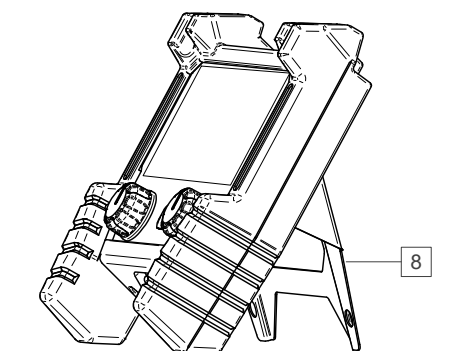

Figura 3
- Suportul [8] folosită pentru a sprijini dispozitivul pe suprafețe plane, de ex. pe o masă de sudură (figura 3).